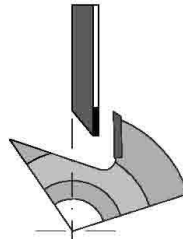

Рис.1
- заточка напайного инструмента производится по передней поверхности с сохранением угловых параметров фрезы (рис. 1). При заточке, для того чтобы не нарушить радиальное и торцевое биение фрезы, а также балансировку, необходимо снимать с каждой режущей кромки одинаковый слой металла;